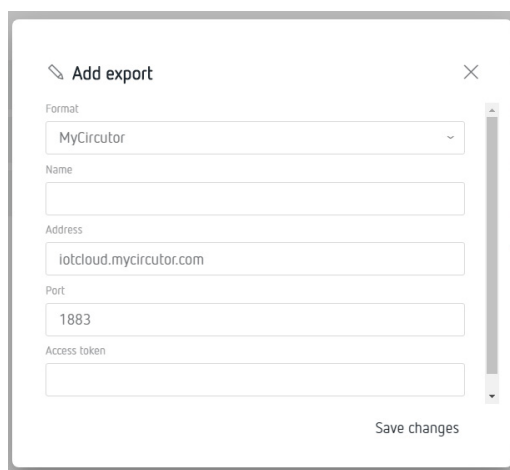

Figure 41:Écran Export: Add Export.
Cliquer sur  **Add export**, pour sélectionner et configurer la plate-forme Cloud, l'écran de la **Figure 41** apparaît.
6.- Copier le Token et l'insérer sur le site Web de configuration de l'équipement, **Figure 41**.